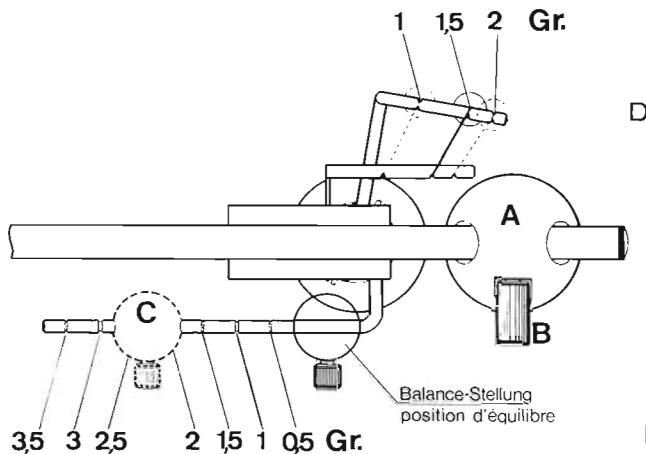

Fig. 5
Pour régler la force d'appui placer le bras lecteur de façon à ce que la pointe de lecture se trouve juste à l'extérieur du plateau tourne-disques, après avoir amené le bouton de commande du bras en position de jeu. Le poids additionnel C doit en outre se trouver en position de repos (« balance ») selon figure 5.
Déplacer le contre-poids A (fig. 5) le long de la partie tubulaire arrière du bras lecteur jusqu'à ce que le bras soit en position d'équilibre indifférent.
Après avoir assuré le bras lecteur dans son support, régler la force d'appui désirée au moyen du poids additionnel C. Le bord avant du poids C doit venir affleurer la division de l'échelle graduée choisie. Chaque division correspond à 0,5 gr. (voir aussi fig. 5).
Ferner muß das Zusatzgewicht C in seiner Ruhestellung (Balance) gemäß Fig. 5 sein.
Das Gegengewicht A (Fig. 5) wird nun soweit auf dem Tonarm-Rohr verschoben, bis der Arm waagerecht in der Schwebe bleibt. Bei richtiger Ausbalancierung behält der Arm auch dann seine Stellung, wenn er geringfügig nach oben oder unten von der Horizontalstellung abweicht.
Danach die Rändelschraube B festziehen. Nun wird der Tonarm in seiner Raste gesichert und mit dem Zusatzgewicht C das gewünschte Auflagegewicht eingestellt, wobei die Vorderkante des Zusatzgewichtes C mit dem Teilstrich in Deckung zu bringen ist. Jeder Teilstrich entspricht dabei 0,5 gr. (siehe auch Fig. 5).
Le réglage s'effectue en fonction de la force d'appui choisie, selon figure 5 (D).
Die Antiskatingkraft wird entsprechend dem verwendeten Auflagedruck gemäß Fig. 5 (D) eingestellt.